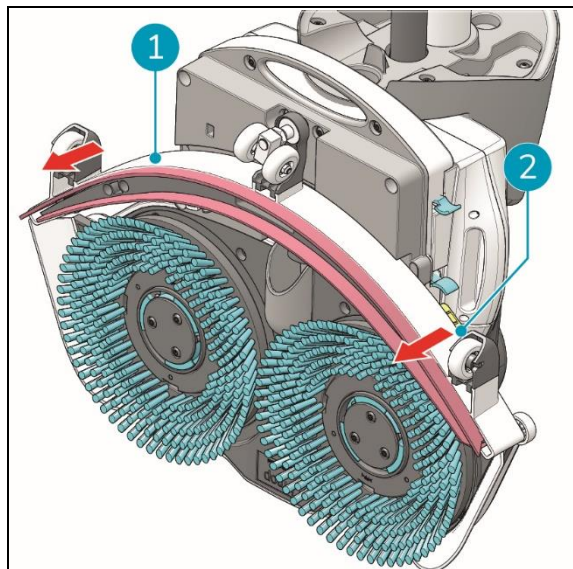

Figura 29
3. Tire del lado izquierdo de la escobilla de goma para extraerla (Figura 29, pos. 1).
4. Tire del lado derecho de la escobilla de goma para extraerla (Figura 29, pos. 2).